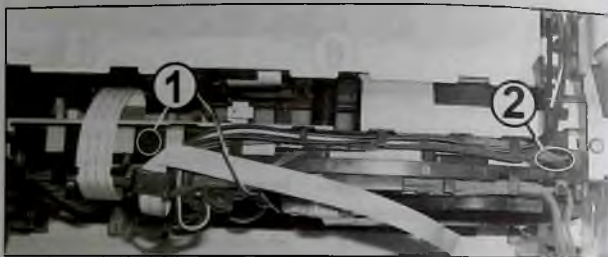

Рис. 9
- P23 — датчика регистрации бумаги (датчик начала листа) (4);
- P14 — платы источников питания (5);
- P10 — соленоида муфты вала ролика подачи бумаги (6);
- P15 — двигателя узла подачи тонера (7);
- P18 — датчика температуры узла термозакрепления и датчика выхода бумаги (8);
- P20 — платы источников питания (9);
- P25 — платы форматера (10);
- P22 — датчика концентрации тонера (11);
- P21 — платы контактных площадок чипа тонер-картриджа (12).
2. Запоминают положение жгутов и шлейфов в канале прокладки (13 на рис. 8) и вынимают их. Плоской отверткой аккуратно перемещают вверх канал прокладки жгутов в зоне 1 на рис. 9 до выхода фиксатора канала из отверстия на пластине (освобождают фиксатор). Далее перемещают канал прокладки жгутов в правую сторону, поднимают его вверх
и вынимают три выступа крепления канала из прямоугольных отверстий на пластине. В заключение вынимают жгуты из отверстия (2 на рис. 9) канала и снимают канал с принтера.
Располагают принтер лицевой стороной к себе. Откручивают три винта (1 и 2 на рис. 10) крепления, перемещают узел к себе, отключают шлейф от разъема, расположенного на плате контактных площадок чипа тонер-картриджа. Затем аккуратно снимают узел с устройства в сборе с двигателем привода и жгутом подключения двигателя к плате коммутации. Располагают узел на подложке передней стороной вниз. Очищают от тонера канал подачи тонера и шнек. Далее перемещают пластину (3 на рис. 9), закрывающую отверстие подачи тонера с картриджа, вверх (открывают отверстие) и очищают его от остатков тонера. При необходимости очищают от тонера элементы устройства, расположенные за узлом подачи тонера. Снимают жгуты подключения платы контактных площадок чипа тонер-картриджа.